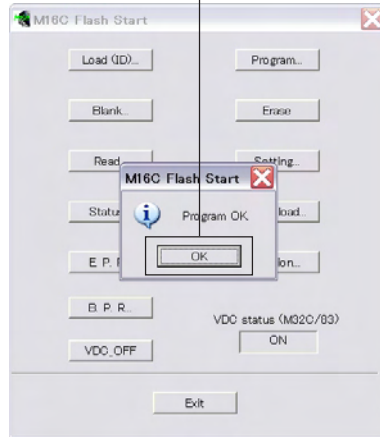

Fig. 6
9. When the program transmission is completed, the screen appears as shown below. (Fig. 6)
9. プログラムの送信が終了すると、下記の画面が表示され、[OK]ボタンを押して完了します。(Fig. 6)